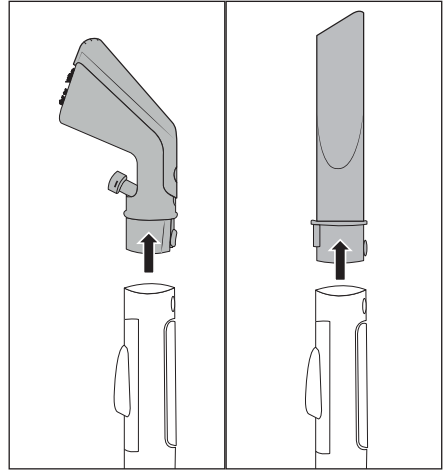

Abb. 8
- ◆ Drücken Sie die Verriegelungstaste **25/32** und ziehen Sie die Polsterdüse **22** oder die Fugendüse **29** vom Sprüh-/Saugschlauch **19** ab (siehe Abb. 8).